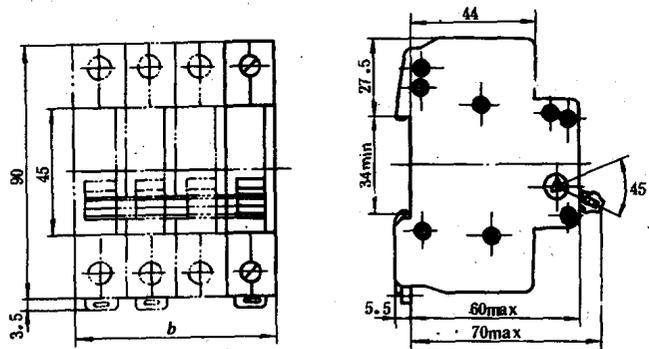

图 1-2 HL30 隔离开关外形及安装尺寸
1) 外形及安装尺寸、电气图形符号见图 1-2 及表 1-1。